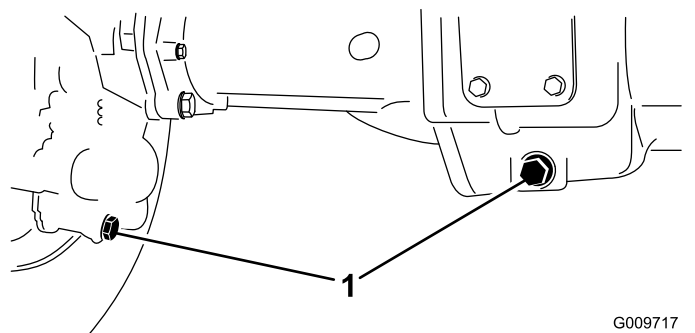

Figure 97
2. Nettoyez la surface autour des 3 bouchons de vidange, 1 à chaque extrémité et 1 au centre (Figure 97).